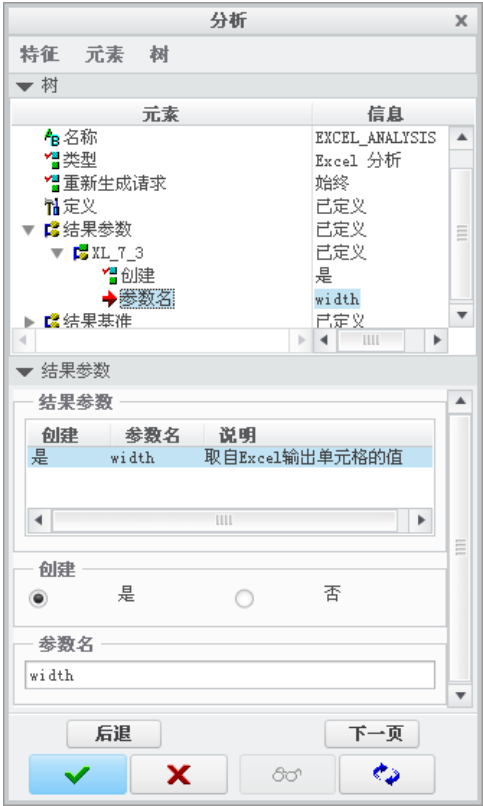

图 11.2.37 “分析”对话框
- ④ 单击 **计算** 按钮。
- ⑤ 单击 **关闭** 按钮。
- (4) 在图 11.2.37 所示的“分析”对话框中，进行如下操作：
- ① 创建结果参数：在 **参数名** 区域将参数名改为 **width**，并按回车键，在 **创建** 区域选中 **是** 单选项。
- ② 完成分析特征的创建：单击“分析”对话框中的 **✓** 按钮。